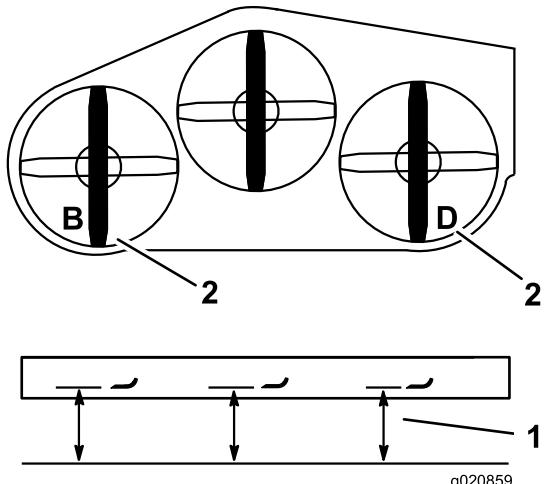

図85
- B**位置で、平らな床面からブレードの刃先までの高さを測り、測定値を記録する図85。
- D**位置で、平らな床面から右側ブレードの刃先までの高さを測り、測定値を記録する図85。
注 **B**位置における測定値が、**D**位置における測定値の±3mm以内であれば適正とする。(図85)。高さの差がこの範囲内にない場合には以下の手順で調整する。